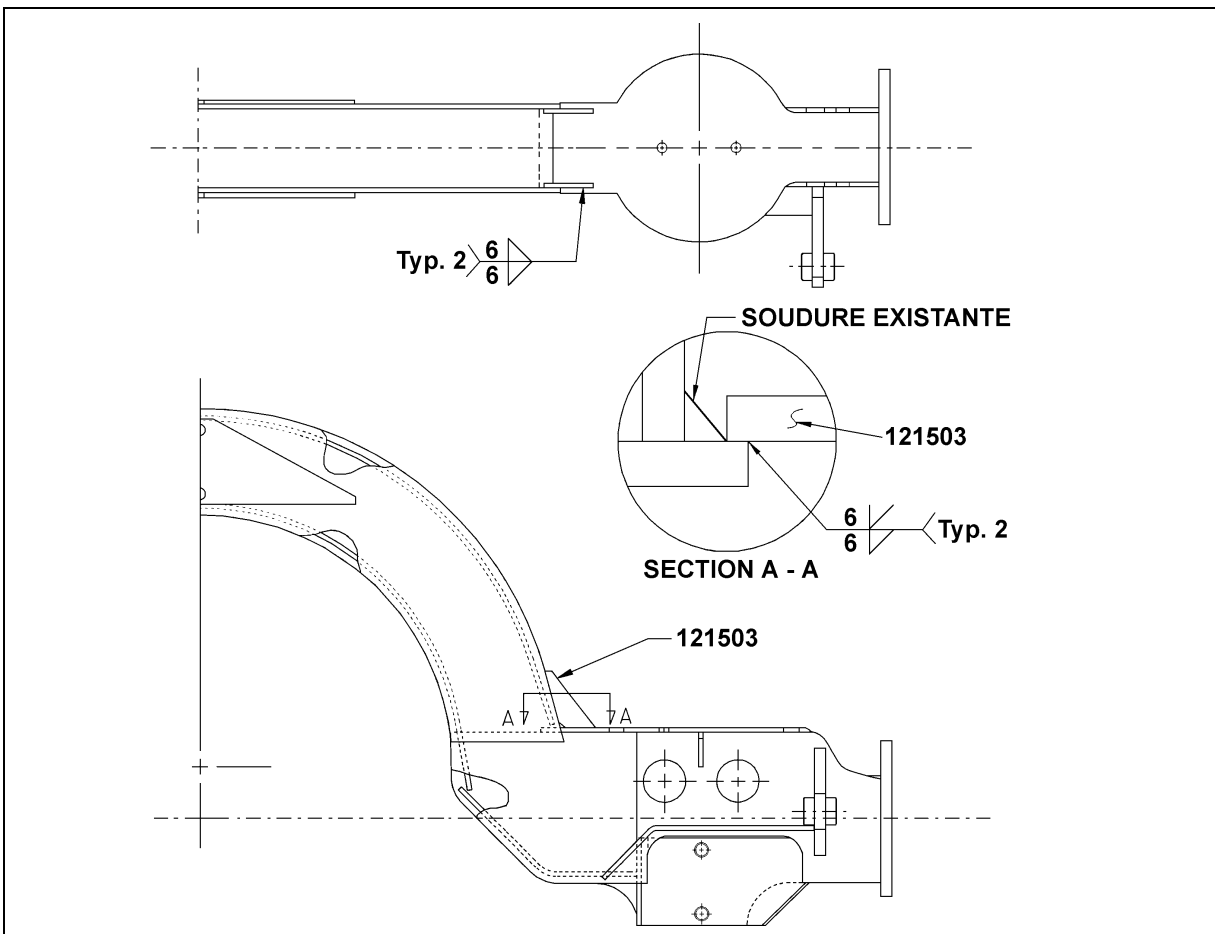

FIGURE 1 : PIÈCES DE RENFORT DE L'ESSIEU PORTEUR
7. Avant de procéder au soudage, vérifier si l'essieu porteur est fissuré, gouger ou meuler jusqu'au métal sain les endroits fissurés et resouder. Ajouter les pièces de renfort en se référant aux cotes de soudure de la figure 1.